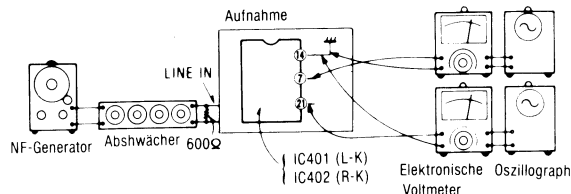

Fig. 18
1. Den Meßaufbau zeigt Fig. 18.